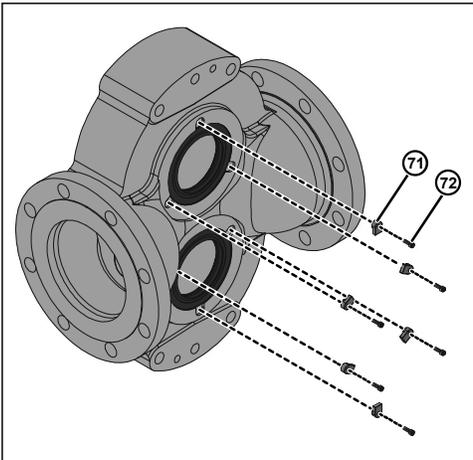

Ilustración 113 - Quitar los tornillos y la lengüeta de retención
2. Retire todos los pernos de la lengüeta de retención (72) y las lengüetas de retención (71) del cuerpo de la bomba, como se muestra en la Ilustración 113. Esto es aplicable al modelo 220-320.